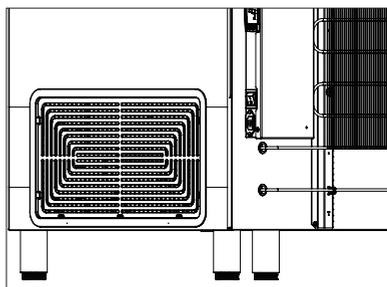

Рис. 10
**ПРИМЕЧАНИЕ: Необходимо обеспечить свободный доступ к вентиляционной решетке .(Рис. 10)**